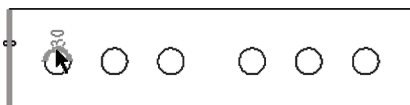

图 11-58 选择要标注的图元
4) 按住〈Ctrl〉键的同时选择要标注的图元，如图 11-58 所示。